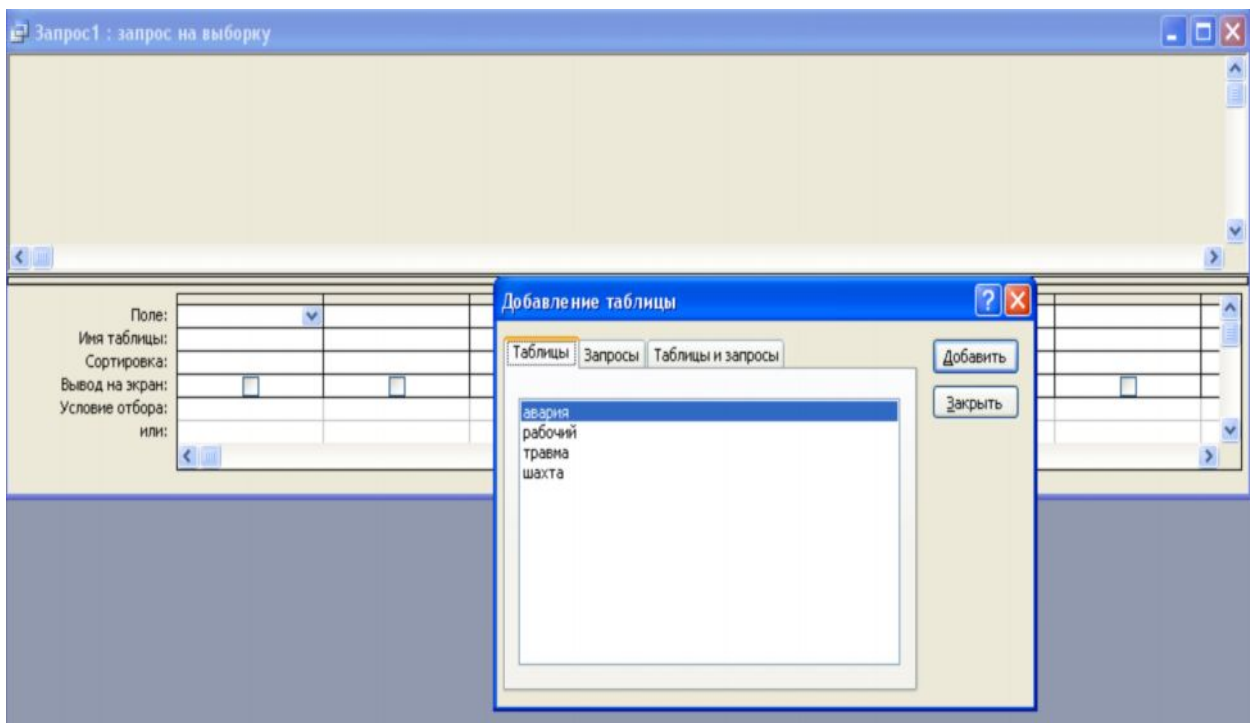

Рис. 2.17 – Вікна створення запиту
2. У вікні, що з'явилося, вибрати пункт "Конструктор" і натиснути **ОК**. При цьому з'являться два накладені один на одне вікна: "Добавление таблицы" і "Запрос на выборку" (рис. 2.17). Вікно "Добавление таблицы" активно.